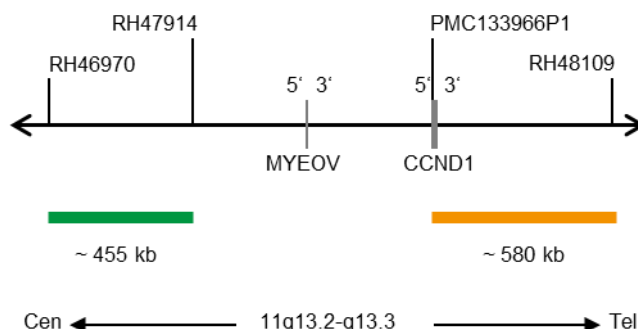

Abb. 1: SPEC CCND1 Sondenlokalisierung (nicht maßstabsgetreu)
- ZyGreen (Anregung 503 nm/Emission 528 nm) markierten Polynukleotiden (~10 ng/μl), die gegen Sequenzen in 11q13.2-q13.3* (chr11:68,249,010-68,705,283) gerichtet sind, welche proximal zur CCND1-Bruchpunktregion lokalisiert sind (siehe Abb. 1).
- ZyOrange (Anregung 547 nm/Emission 572 nm) markierten Polynukleotiden (~4,5 ng/μl), die gegen Sequenzen in 11q13.3* (chr11:69,453,301-70,031,240) gerichtet sind, welche distal zur CCND1-Bruchpunktregion lokalisiert sind (siehe Abb. 1).